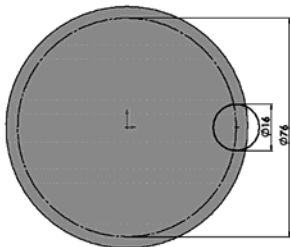

图 7-85 绘制凸台草图 1
1) 绘制凸台草图 1。在“FeatureManager 设计树”中选择“上视基准面”作为绘图基准面, 单击“草图”工具栏中的 (圆) 按钮, 绘制如图 7-85 所示的凸台草图 1, 并标注尺寸。